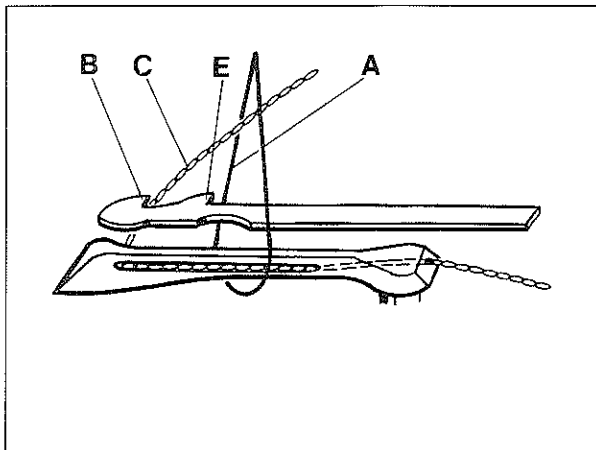

Fig.44A
7. Continue to push and watch to see if the lower knife cutting edges (B, Fig. 44A) catch the looper threads (C) and if lower knife cutting edges (E) are left of the needle thread loops (A).
7. Drücken Sie weiter und beobachten Sie ob die Untermesserschneiden (B, Fig. 44A) die Greiferfäden (C) einfangen und ob die Untermesserschneiden (E) links der Nadelfadenschlingen (A) sind.